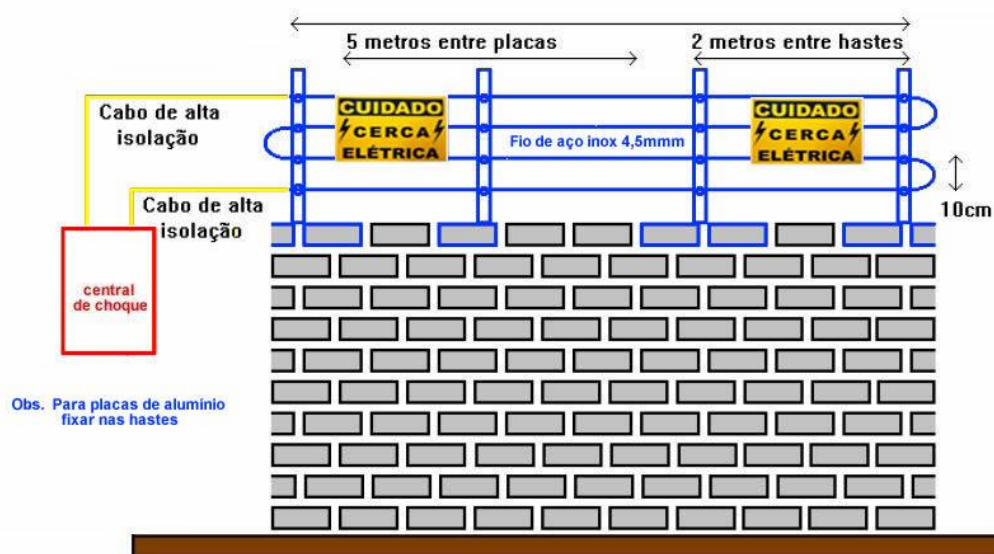

Figura 05 – Cerca Elétrica
**A cerca elétrica mata!!!!** Nos filamentos ou fios da cerca elétrica, figura 05, apesar de possuírem uma tensão alta (8.000 volts), elas não possuem amperagem ou corrente de carga. Sendo assim fica impossível matar pessoas ou animais. Isto porque a central de choque não emite amperagem e sua tensão é pulsativa, ou seja intermitente não sendo possível sequer ficar grudado na cerca.